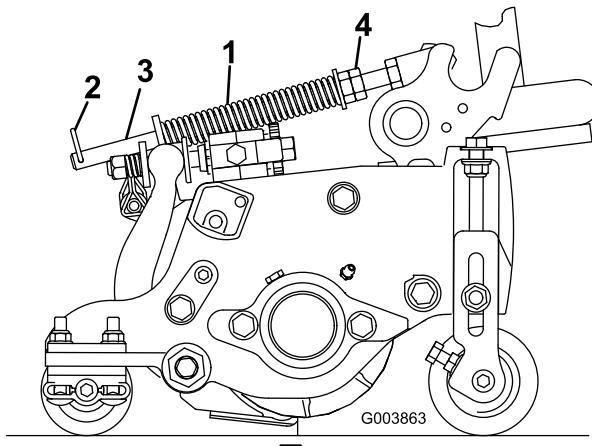

图14
草坪补偿弹簧（图14）可将重量从前滚筒转移至后滚筒，有助于减少草坪的波动图形，也称为波浪形或摆动形。
1. 确保发卡销安装在弹簧杆的后孔内（图14）。
2. 如图14所示，拧紧弹簧杆前端的六角螺母，直至压缩后的弹簧长度为15.9cm。